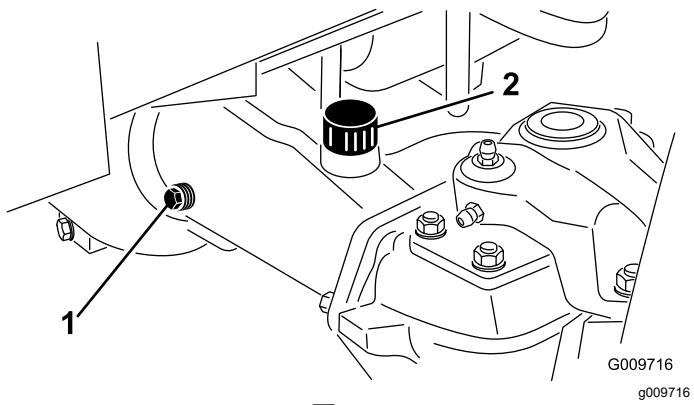

図 69
- アクスルの一方の端部から点検用プラグ 図 69 を抜き、穴の高さまでオイルがあることを確認する。量が不足している場合は、給油プラグ 図 69 をはずして補給する。